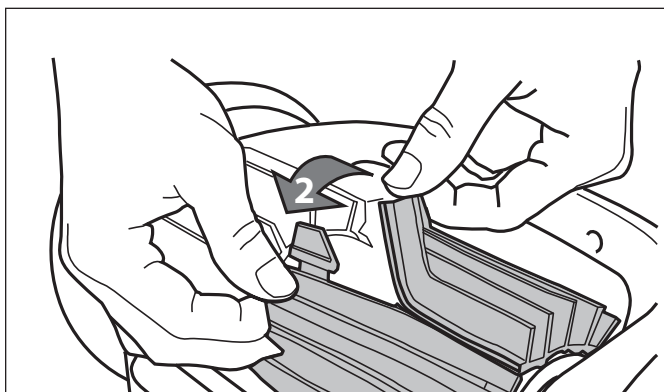

Figure 31. Défaire les onglets des brosses
2. Séparer les bords de la brosse et retirer les ongles (Figure 31). Retirer les brosses usées.